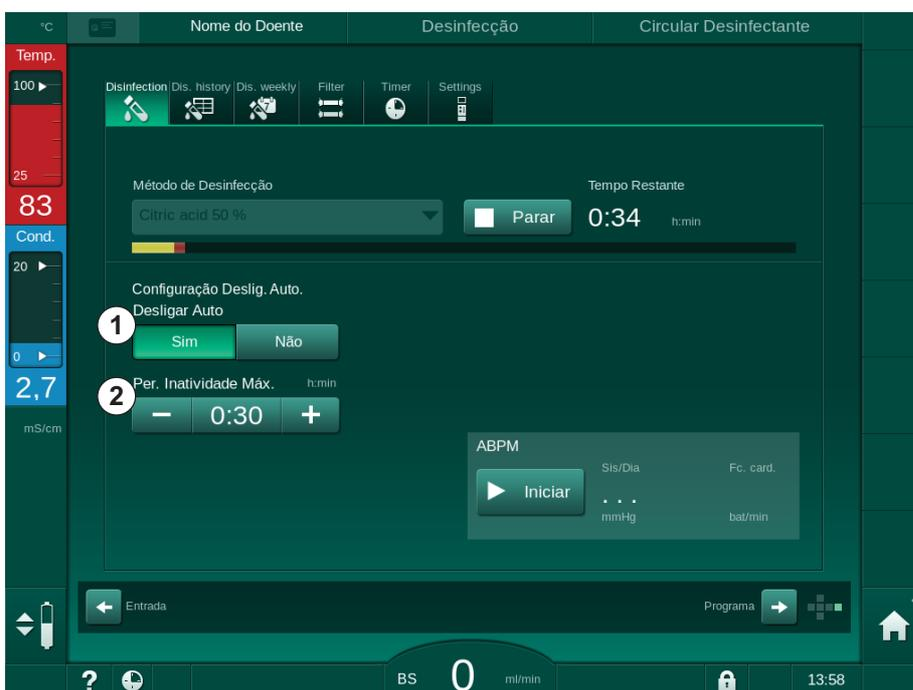

Fig. 7-15 Desinfecção em curso - *Desligar automático* ativado
Depois de selecionar o ecrã de desinfecção, é indicada a predefinição para a função *Desligar Auto.* (*Sim* ou *Não*, assim como o tempo de inatividade máximo, se selecionar a opção *Sim*). A definição da função pode ser alterada a qualquer momento antes ou após o início da desinfecção tocando em *Desligar Auto.*, *Sim* ou *Não* (Fig. 7-15, ①).